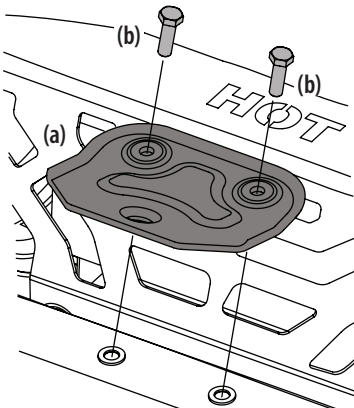

Figura 2
1. Ubique el enganche (a) e instálelo en la parte trasera del bastidor con los dos tornillos de arandela hexagonal (b) proporcionados. Consulte la Figura 2.